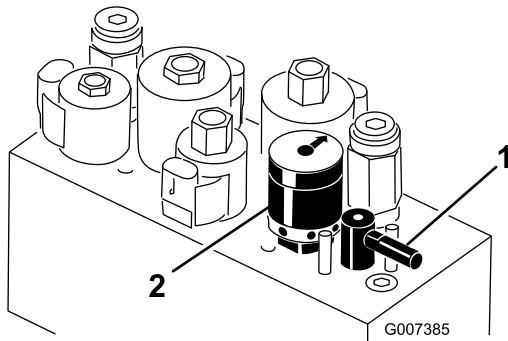

Figura 28
- Per impostare la velocità dei cilindri girate la manopola (Figura 28) fino a portare le frecce in linea con il numero corrispondente all'impostazione desiderata.